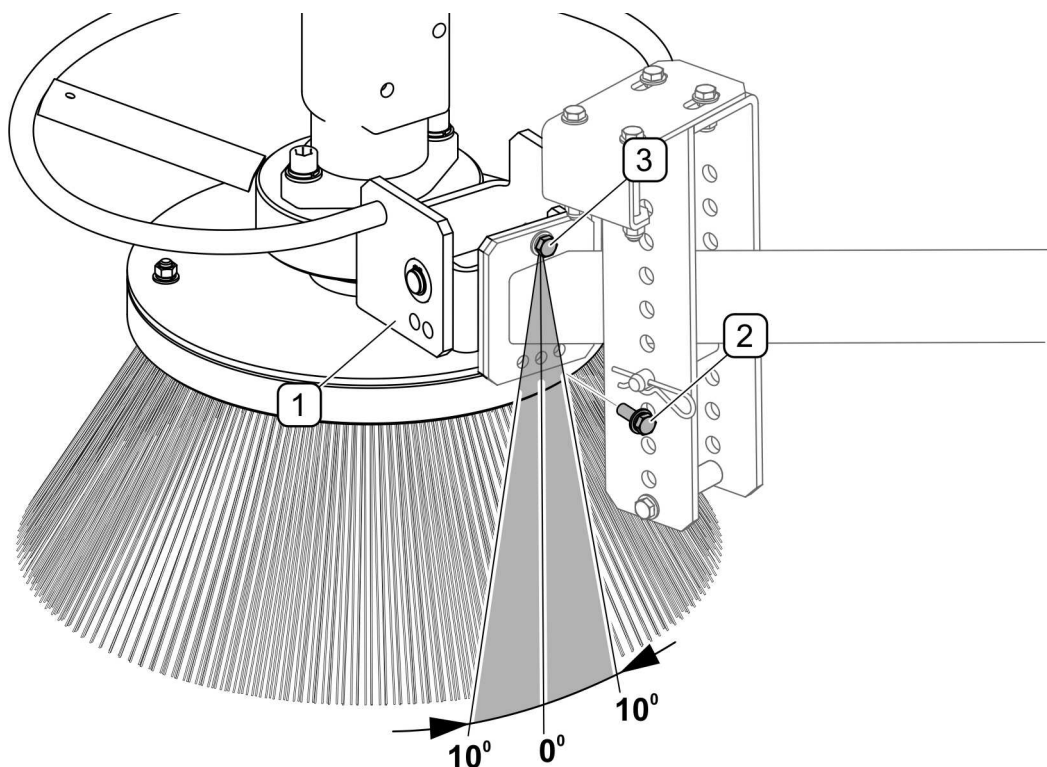

РИСУНОК 5.6 Регулювання поперечного нахилу
(1) - кронштейн головки щітки; (2) - гвинт фіксації поперечного нахилу; (3) - гвинт
Щоб змінити кут поперечного нахилу (РИСУНОК 5.6) відкрутіть кріпильний гвинт (2), послабте гвинт (3) і поверніть кронштейн (1) відповідно праворуч або ліворуч, щоб гвинт (2) вкрутити у відповідний отвір. Затягнути гвинт (3).